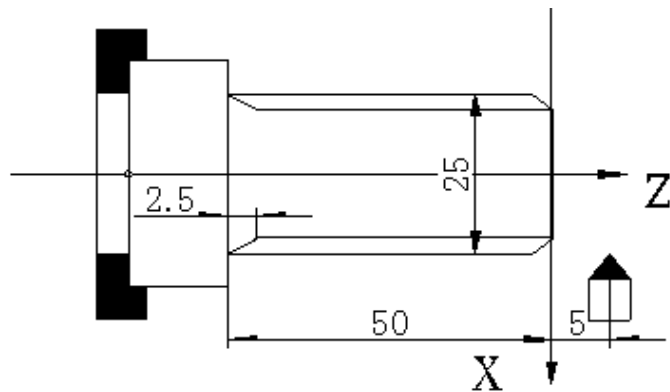

图 4-5-7 螺纹切削
5) 综合示例：如下图 4-5-7
例：螺纹导程 2mm 切深 2.5mm（直径值，分两次切入）。如图 4-5-7：